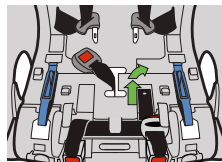
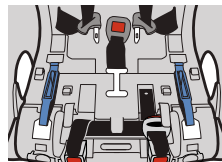

Figure 11
Figure 12
- Faites glisser la sangle d'entrejambe dans l'autre fente de la sangle d'entrejambe, tel qu'illustré dans la **Figure 11**, tout en vous assurant que le bouton de déverrouillage rouge de la boucle fait face à l'extérieur du siège, tel qu'illustré dans la **Figure 12**.